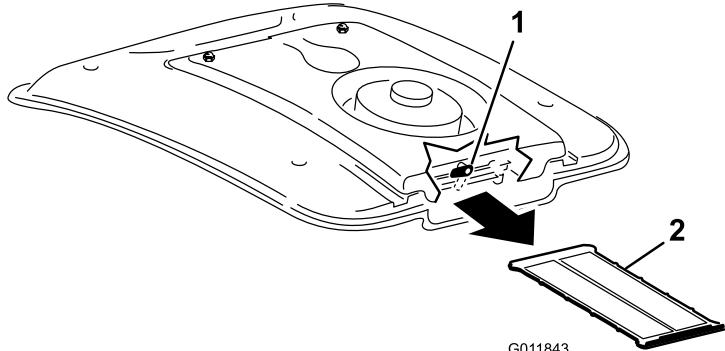

Figure 56
2. À l'arrière du support du ventilateur, tournez le verrou de côté (Figure 56).
3. Glissez le filtre de climatisation hors du serpentin (Figure 56).
4. Nettoyez soigneusement la grille à l'air comprimé (Figure 56).